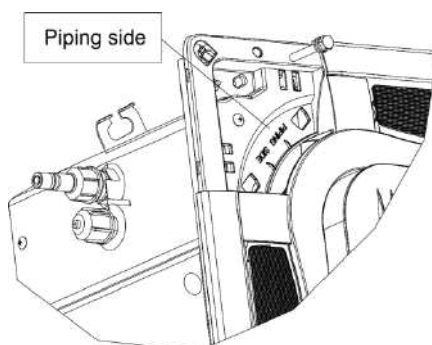

Fig.4.4.4
(1) Staccare il cappuccio dell'angolo del pannello, c'è un segno "lato tubazione" in uno dei 4 angoli, regola il pannello in modo da mantenere il marchio e gli accessori nello stesso angolo, come mostrato nella Fig. 4.4.4